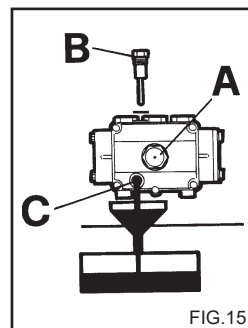

FIG. 15
2) Dévisser le bouchon de la tige de contrôle de niveau (fig. 15).